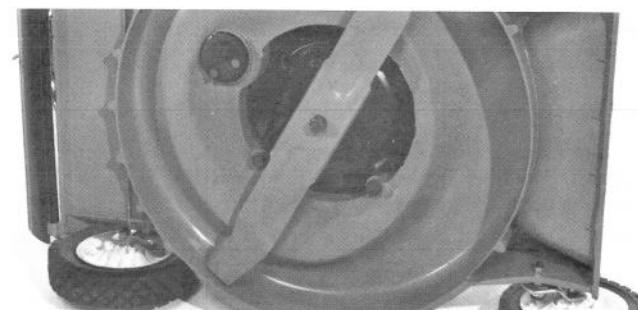

Figure 24
3. Inclinez la tondeuse sur son côté gauche (Fig. 24).